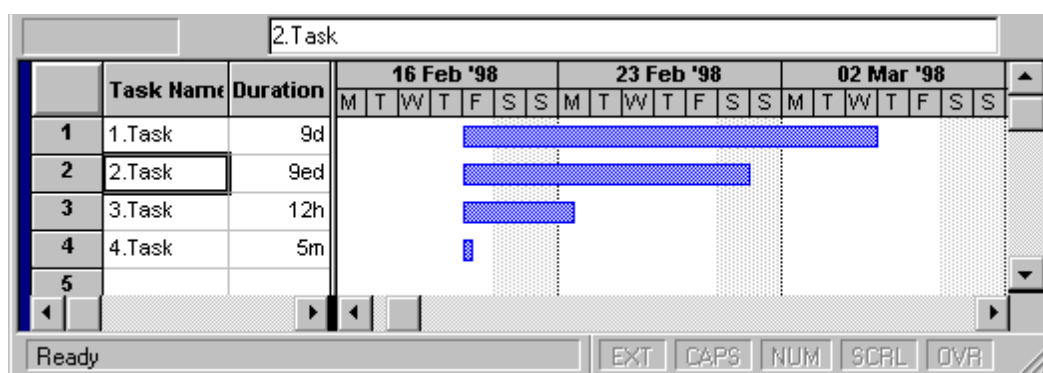

Рис.2.1.
2.2. Определить задачи проекта заполнив 5 строк в списке задач (поле «Наименование Задачи») как показано на Рис.2.1.
2.3. Задать длительность выполнения задач в днях, часах и минутах как показано на Рис.2.1.